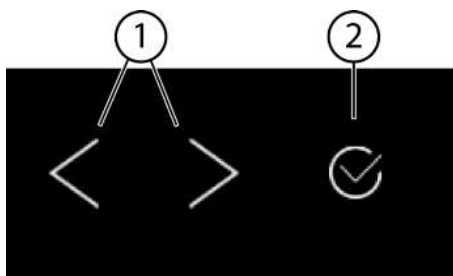
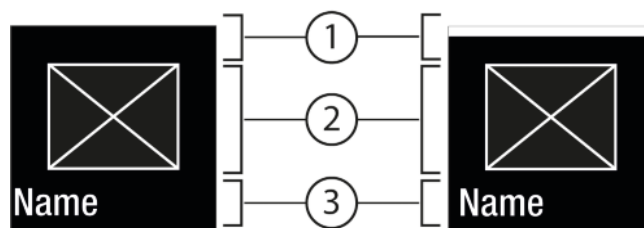
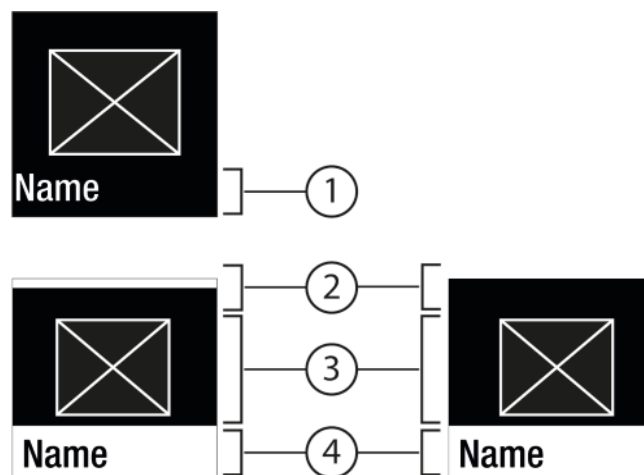

Fig. 5
Fig. 6
Fig. 7
- (1) Навигационная стрелка влево / вправо
(2) Подтвердить
Навигационная стрелка влево / вправо Fig. 5 (1):
Подтвердить Fig. 5 (2):
- Навигация при помощи навигационной стрелки влево / вправо Fig. 5 (1).
- С помощью Подтвердить Fig. 5 (2) активировать Fig. 6 (1) / деактивировать Fig. 6 (1) функцию / настройку.
- Навигация при помощи навигационной стрелки влево / вправо *Fig. 5 (1)*.
- С помощью Подтвердить *Fig. 5 (2)* вызвать Подменю *Fig. 7 (4)*.
- Установка нового значения: С помощью Подтвердить *Fig. 5 (2)* выбрать деактивированное значение *Fig. 6 (1)*.
- Назад в меню: С помощью Подтвердить *Fig. 5 (2)* выбрать уже активированное значение *Fig. 6 (2)*.
- ▶ Навигационные стрелки *Fig. 5 (1)* нажимайте до тех пор, пока не появится индикация функции.
- ▶ Нажмите на Подтвердить *Fig. 5 (2)*.
- ▶ С помощью навигационных стрелок *Fig. 5 (1)* выберите значение настройки.
- ▷ Состояние: активировано *Fig. 6 (1)* появляется ненадолго в Подменю *Fig. 7 (4)*.
- ▶ Нажимайте навигационные стрелки *Fig. 5 (1)* до тех пор, пока не появится индикация настроек
- ▶ Нажимайте навигационные стрелки *Fig. 5 (1)* до тех пор, пока не появится индикация требуемой настройки.
- ▶ Нажмите и удерживайте в течение 3 секунд Подтвердить *Fig. 5 (2)*.